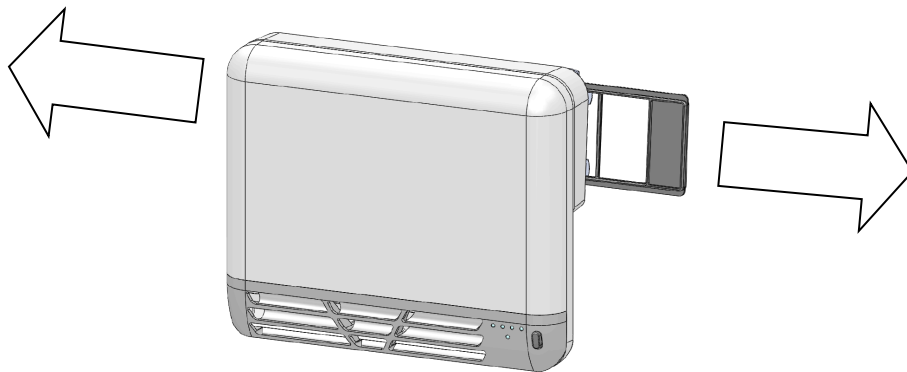

Fig. 21
2. *tirare il filtro posto nella parte posteriore del blower a destra o a sinistra per estrarlo, come indicato in Fig. 21;*